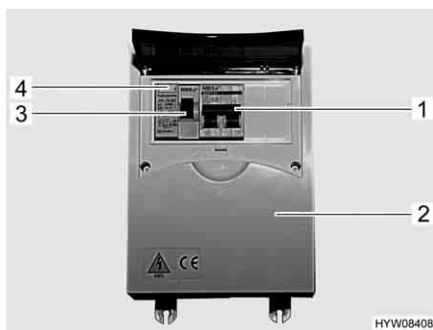

Fig. 43 Scatola dei fusibili a 230 V con interruttore di sicurezza e interruttore automatico FI
- Disattivare l'interruttore di sicurezza (Fig. 43,1) nella scatola dei fusibili (Fig. 43,2).
- Se il veicolo è collegato all'alimentazione a 230 V, premere il tasto di controllo (Fig. 43,4) dell'interruttore di sicurezza per correnti di guasto (interruttore automatico FI) (Fig. 43,3) nella scatola dei fusibili (Fig. 43,2). L'interruttore di sicurezza per correnti di guasto deve scattare.
- Riattivare l'interruttore di sicurezza per correnti di guasto (Fig. 43,3).